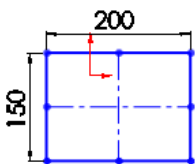

图 15-28 绘制草图
①在左侧的“FeatureMannger 设计树”中选择“上视基准面”作为绘图基准面，然后单击“草图”工具栏中的“边角矩形”按钮，绘制一个矩形，标注其智能尺寸；单击“草图”工具栏中的“中心线”按钮，绘制矩形的两条中心线，如图 15-28 所示。